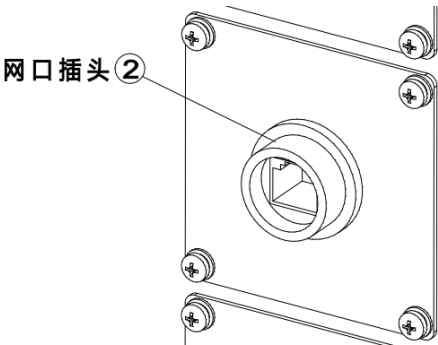

图 14-5 网口插头
步骤2. 把②网口插头（参考图 14-5）安装在网口插头安装板上。